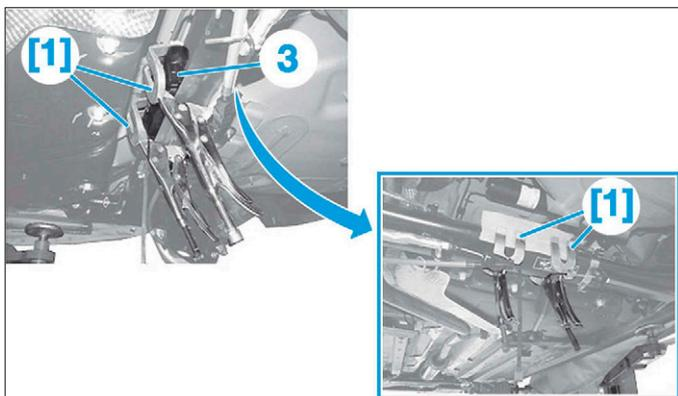

FIG. 67
- Plaquer l'amortisseur de vibrations (3) sur la traverse de train arrière à l'aide des outils [1] (Fig.67).